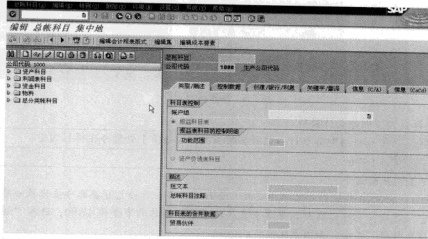

图 5-5 “编辑总账科目集中地”界面
STEP 1 从 SAP 系统初始菜单中选择“会计→财务会计→总分类账→主记录→单个处理→集中地”选项,也可以在初始菜单中直接输入该步操作的事务码 FS00,进入“编辑总账科目集中地”界面,如图 5-5 所示。